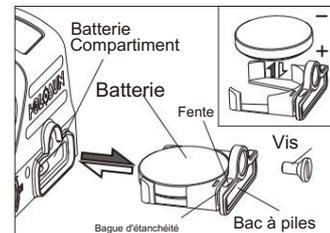

Fig 4
3. Remplacement de la batterie (Fig 4) :